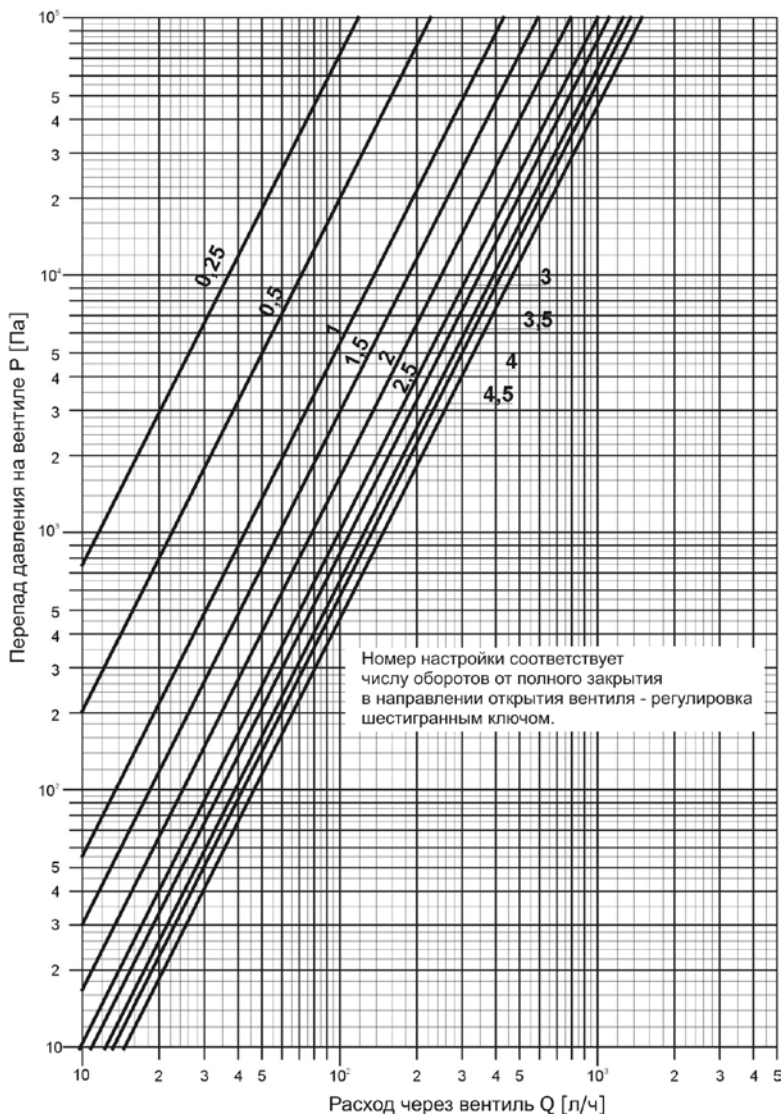

Рис. 12 Характеристика вентилей на нижнем коллекторе распределителя
3. После выполнения настройки закрутить защитный элемент имбусовым ключом 6 мм. Характеристика вентилей представлена на рис. 12.